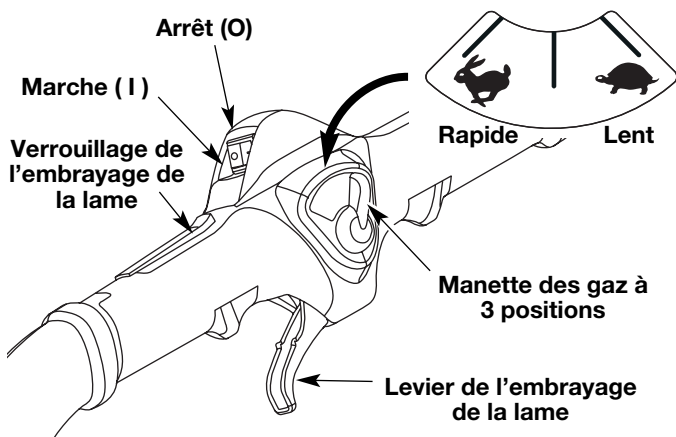
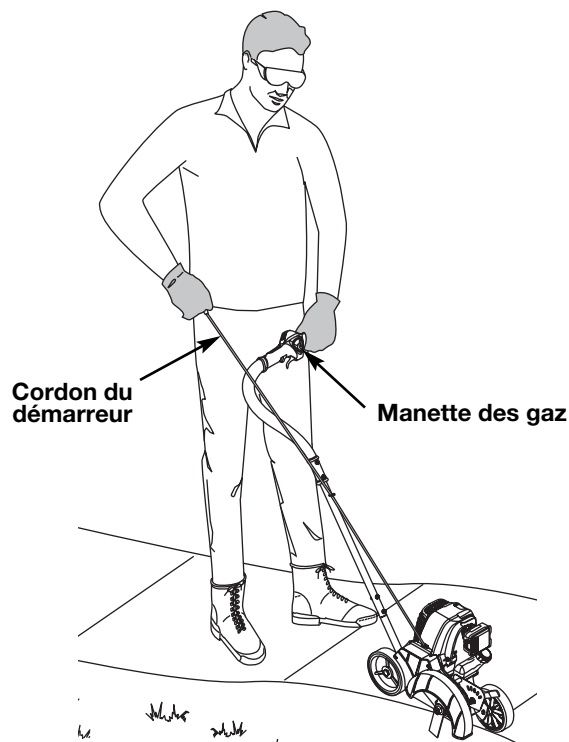

Fig. 8
Fig. 11
REMARQUE : Il est inutile de mettre l'appareil en marche. La commande On/Off est sur la position ON (1) en permanence (Fig. 8).
5. Se placer en position de démarrage (Fig. 11). Mettre le levier de la manette des gaz en position Rapide (R) (Fig. 8) et tirer sur le cordon du démarreur d'un coup sec cinq fois de suite.
1. Relâcher le verrouillage de l'embrayage de la lame et le levier d'embrayage de la lame, et mettre le levier de la manette des gaz en position Lent (L). Laisser le moteur refroidir en le faisant tourner au ralenti.
2. Appuyer et maintenir la commande Marche/Arrêt enfoncée en position ARRÊT (O) jusqu'à ce que le moteur soit complètement arrêté (Fig. 8).